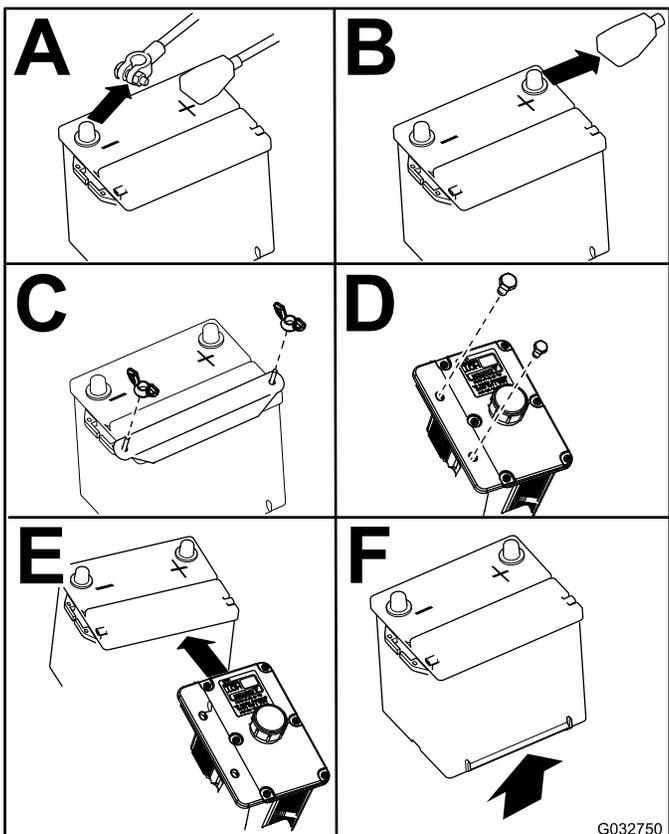

Bild 69
3. Nehmen Sie die Batterie heraus, wie in Bild 69 abgebildet.